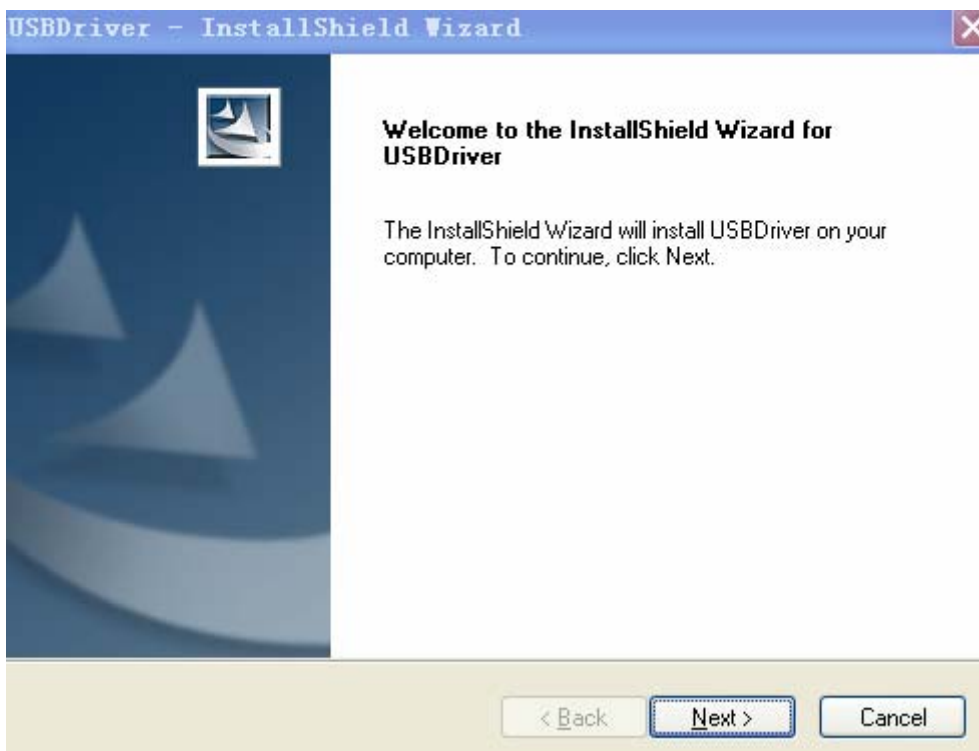

图 2-16 安装驱动
- 双击 USBDriver 文件开始安装，如图 2-16 所示：